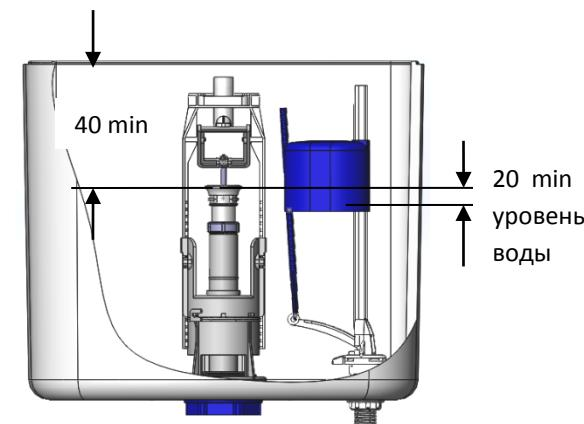

Рис.5
11.2. Отрегулируйте трубу перелива 11 на клапане выпуска так, чтобы расстояние от края трубы до верхнего края бачка (см. рис.5) было не менее 40 мм. Для освобождения и фиксации трубы перелива отверните (заверните) гайку 12.
Уровень воды должен быть не менее 20 мм ниже верхнего края трубы перелива. При необходимости отсоединяем поплавок 11 от тяги 10 и перемещаем вдоль стойки 9 на нужный уровень (см. Рис. 5). После защелкиваем тягу 10 на поплавок 11.